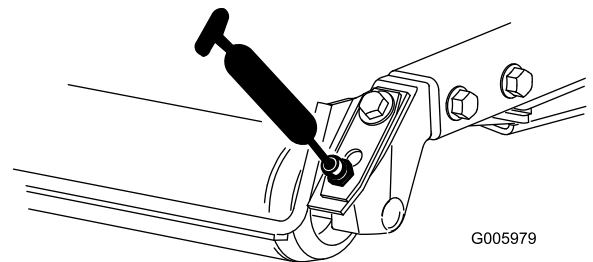

図 48
- 図 48に示す、後ローラのベアリングカッティングユニット 1 台に 2 ヶ所